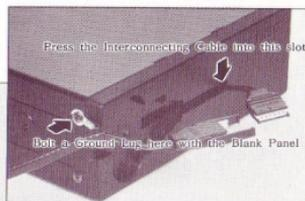

Figure 6.
- (3) Se tapa el cuerpo principal con el Panel ciego usando tres de los tornillos desmontados anteriormente, Fig 6. A éste orificio restante se conecta la toma de tierra procedente de la malla de blindaje